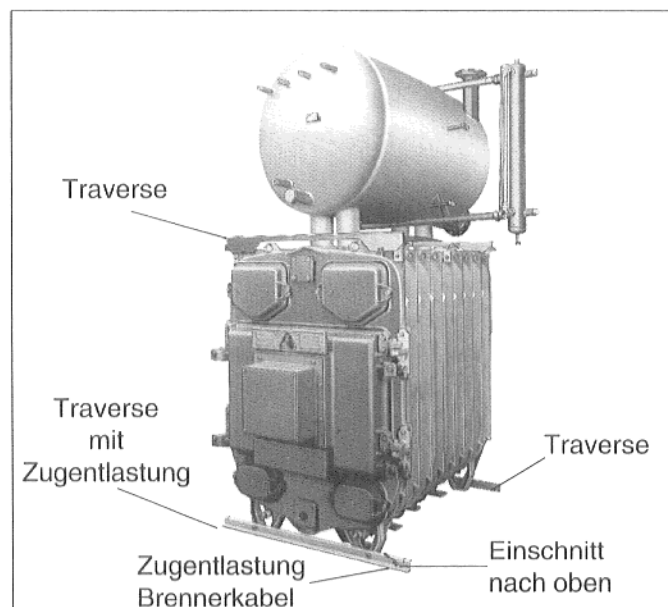

Abb. 38
- **Die Traversen unten vorne (mit Zugentlastung für Brennerkabel) und hinten** mit Schrauben M 8 x 16 an den Gliedfüßen anschrauben. An der vorderen Traverse muß der lange Schenkel des Z-Profiles nach vorne und der Einschnitt im kurzen Schenkel nach oben zeigen. Die Abkantung der hinteren Traverse muß nach hinten zeigen (Abb. 38).
- **Die Traversen oben vorne (lange Traverse) und hinten (kurze Traverse)** mit Schrauben M 8 x 16 an die beiden Endglieder anschrauben (Abb. 38). Die Abkantungen der Traversen müssen nach außen zeigen.